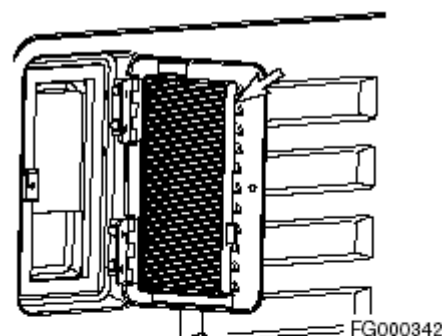

Рисунок 84
3. Извлеките фильтр (Рисунок 84) и замените его новым.